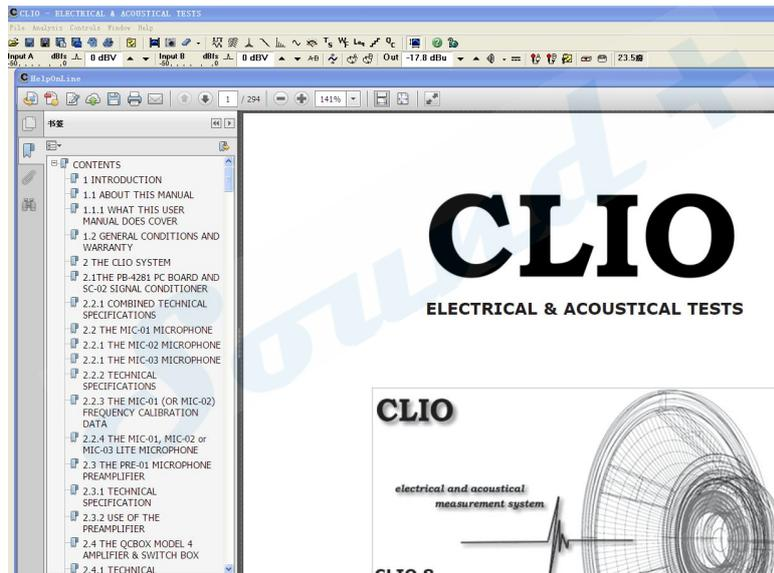

图4-1
1) 如果需要获取CLIO 8 在线英文操作手册按 F1 键，在线帮助屏幕截图如图4-1，您可以通过菜单操作来找到您需要的信息。